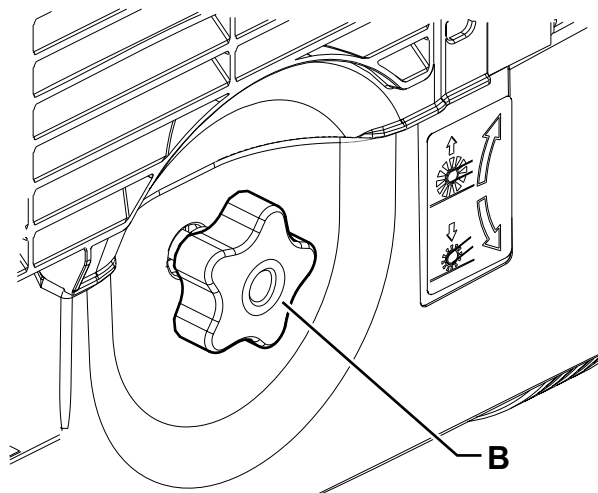

Figure 3
7. Tourner la clé de contact (2) sur «0».
8. Tourner la poignée (B, Fig. 3), en considérant que :